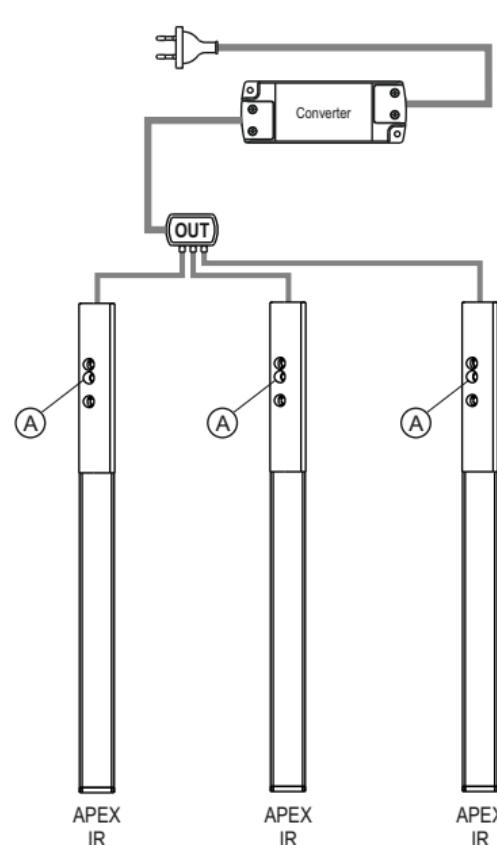

Fig.5
- Nel caso in cui si debba collegare più di un apparecchio all'alimentatore, assicurarsi che la somma totale delle potenze assorbite dagli apparecchi (controllare i dati targa riportati sull'etichetta del prodotto), non superi quella massima ammessa dal Converter (fig. 5,6,7).
#### **COME FUNZIONA APEX IR (IR sensor) fig.5**
- Sollen mehr als eine Leuchte an den Konverter angeschlossen werden, sicherstellen, dass der Gesamtwert der von den Leuchten aufgenommenen Leistung den maximal zulässigen Wert des Konverters nicht überschreitet (siehe Auslegungsdaten am Produktetikett) (Abb. 5,6,7).
**FUNKTIONSWEISE APEX IR (IR-Sensor) Abb.5**